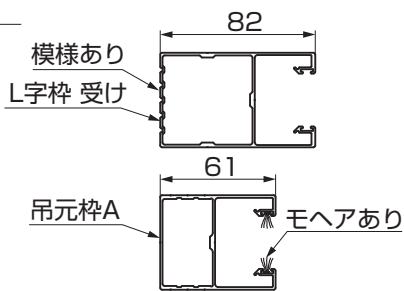

図1-4
- L字枠 受けは吊元枠Aと類似しています。図1-4を参照して確認してください。